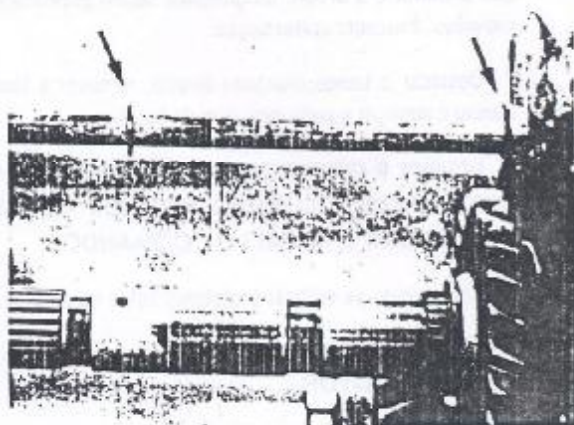

Figura 3.01.5 - Anéis trava da haste deslizante
13. Remover os anéis trava da haste deslizante do mecanismo seletor (Figura 3.01.5).
14. Instalar os anéis trava da haste deslizante do mecanismo seletor (Figura 3.01.5).